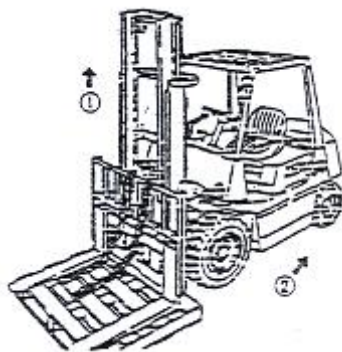

Рисунок 2-37
- (1) Поместите паллет на вилы погрузчика и поставьте его на ровную поверхность.
- (2) Опустите вилы, чтобы паллет коснулся земли
- (3) Отсоедините верхнее крепление цепи и снимите цепь с колеса.
- (4) Поднимите внутреннюю мачту (Поз. 1 на Рис. 2-37).
- (5) Сдайте на погрузчике назад после подтверждения того, что рама ви была отсоединена от внутренней мачты (Поз. 2 на Рис. 2-37).
- (6) Замените главный ролик.